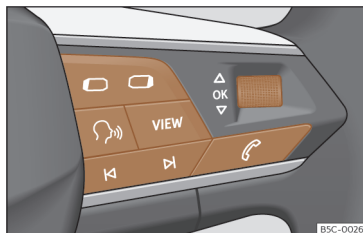

Fig. 10 Lado direito do volante multifunções: botões para utilizar os menus e as indicações informativas do painel de instrumentos (segundo versões).
Enquanto existir uma advertência com prioridade 1 >>> Página 25, não será possível aceder a nenhum menu. Algumas advertências podem ser confirmadas e ocultadas com o botão **OK** do volante multifunções >>> Fig. 10.
- Se aparecer uma mensagem ou o pictograma de um veículo, pressione o botão **OK** >>> Fig. 10; se for necessário, várias vezes.